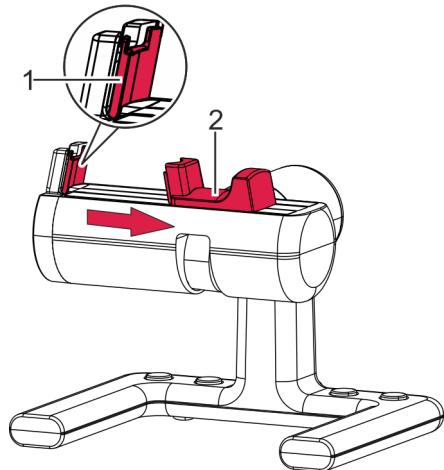

Fig. 22: Mordaza de sujeción del micrófono
- 2.** Depositar la corona del reloj en la zona de sujeción orientada contra el receptor de señales (Fig. 22/1). Soltar con cuidado la mordaza de sujeción.
- 3.** Depositar el movimiento del reloj sobre la zona de sujeción de forma que la corona del reloj esté colocada sobre el receptor de señales (Fig. 22/1). Soltar con cuidado la mordaza de sujeción.